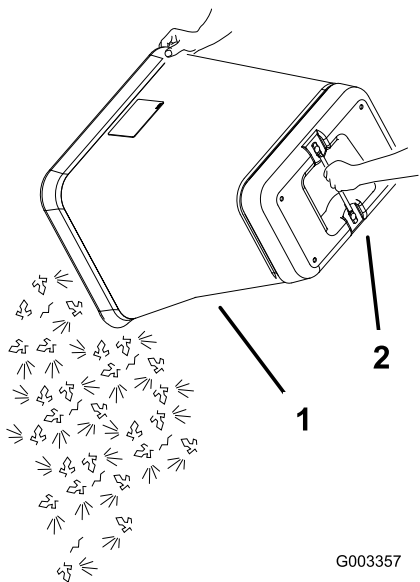

Figure 47
6. Saisissez la poignée située sous le bac et renversez ce dernier pour le vider (Figure 47).